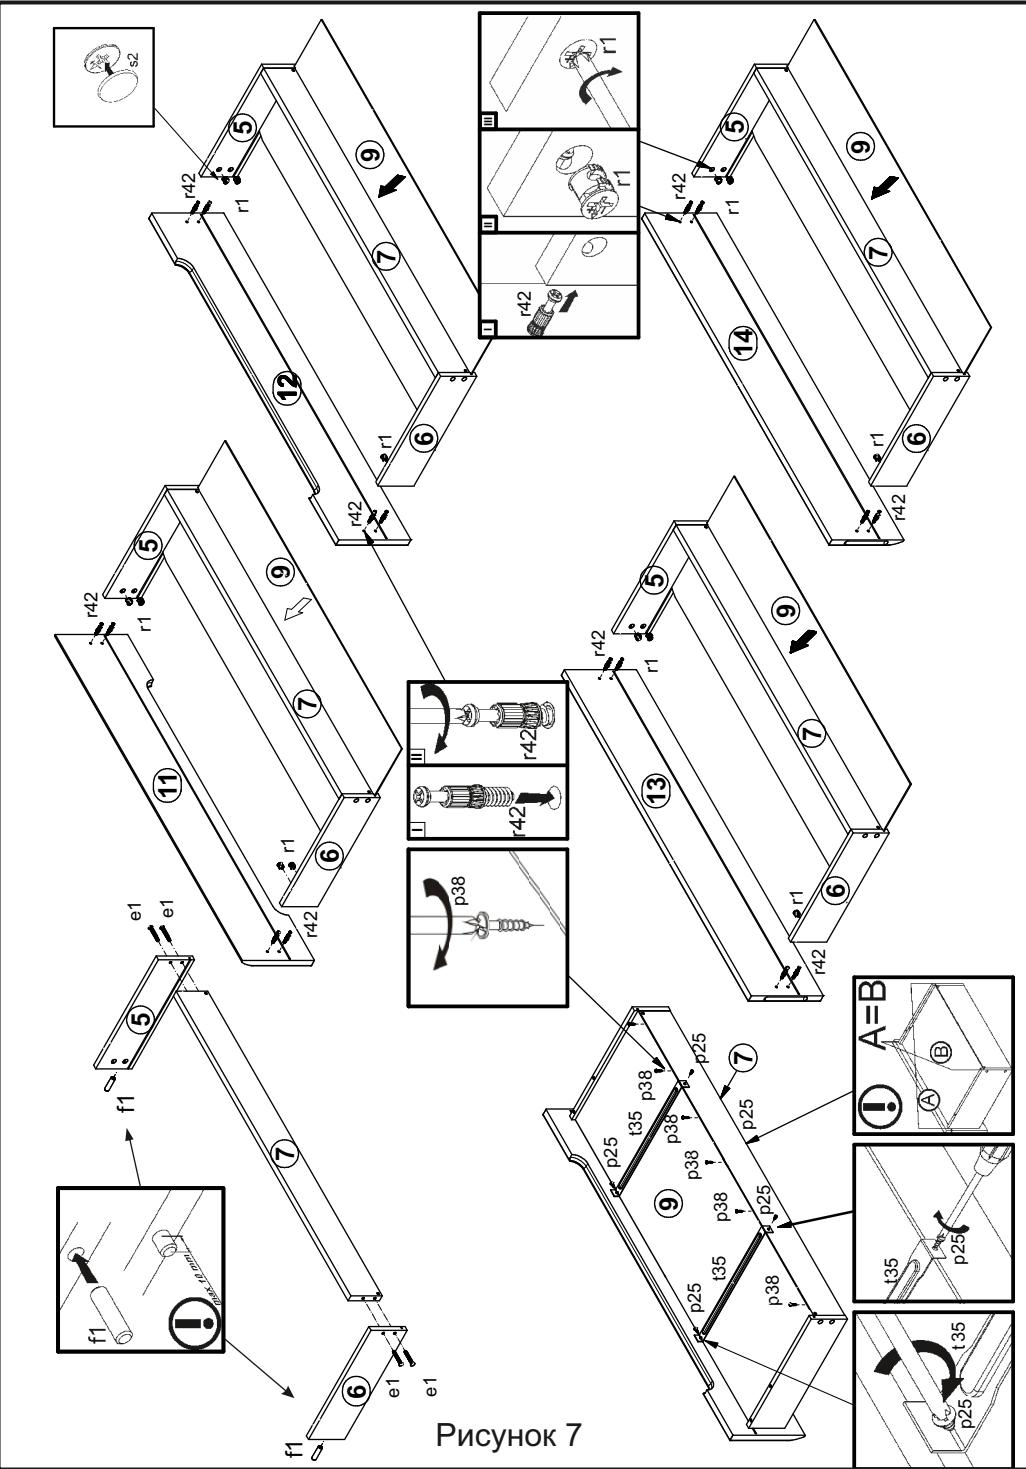

Рисунок 7
Соединить детали корпусов ящиков 5, 6, 7 с помощью конформатов e1. Для поворота конформатов использовать специальный ключ z1 (см. рис. 7).
4.13 Соединить панели ящиков 11, 12, 13, 14 с корпусами ящиков при помощи шкантов f1 и винтов стяжек r42 и затянуть эксцентриковые стяжки r1 при помощи отвертки (см. рис. 7).
4.14 Вставить дно ящика 9 в пазы в стенках ящиков 5, 6 и панелей ящиков 11, 12, 13, 14, закрепить дно шурупами p38 (см. рис. 7).
4.15 Зафиксировать дно ящика 9 с помощью фиксаторов dna ящика t35 и шурупов p25 (см. рис. 7).
4.16 Закрыть эксцентриковые стяжки на стенках боковых ящиков 5,6 заглушками s2 (см. рис. 7)